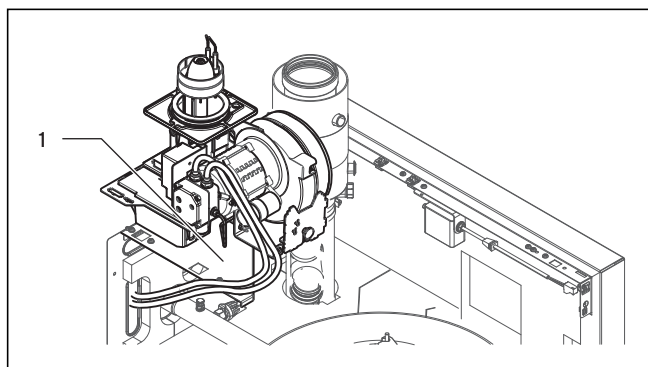

Fig. 7.5 Brûleur en position de démontage
- Faites pivoter le brûleur de 180° autour de l'axe du moteur du ventilateur et déposez-le (voir fig. 7.5) sur la plate-forme du support (1) située sur la partie arrière de l'appareil.